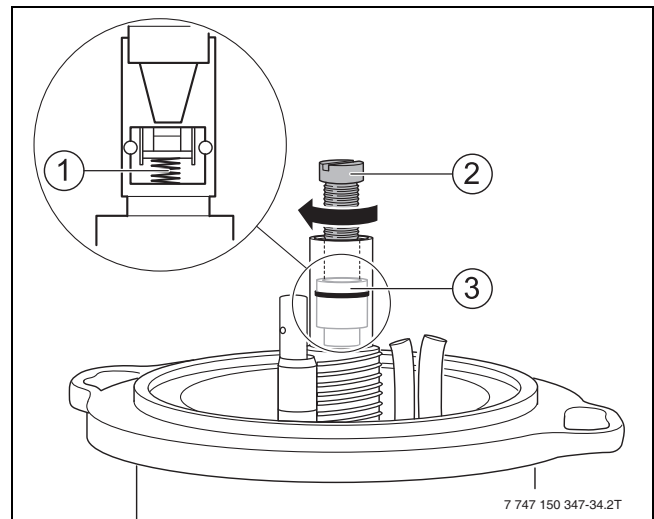

Bild 38 Abschlussventil austauschen
- ▶ Schraube M5 x 50 (→ Bild 38, [2]) einschrauben.
- ▶ Abschlussventil herausziehen (→ Bild 38, [3]).